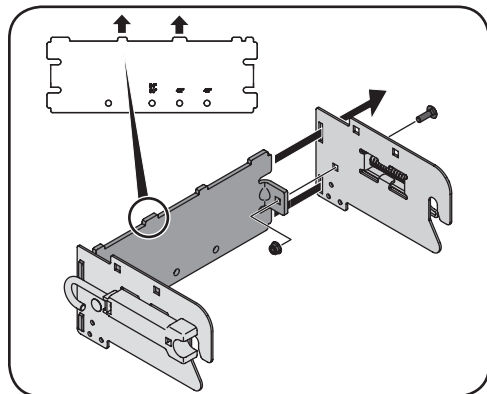

Figure 2-1
1. Inserte los extremos de la ménsula de soporte trasera a través de las ranuras estrechas ubicadas en la parte trasera de cada ménsula de soporte lateral. Consulte la Figure 2-1.
2. Asegure las lengüetas plegadas ubicadas en la parte trasera de la ménsula de soporte en las ménsulas de soporte laterales con un tornillo de carro (ref. N.º 9) y una tuerca de seguridad de nailon (ref. N.º 11). Consulte la Figure 2-1.
NOTA: Los enganches de las ménsulas de soporte laterales se deben colocar con la abertura orientada hacia abajo en la parte externa del soporte y las lengüetas ubicadas en la ménsula de soporte trasera deben estar orientadas hacia arriba. Consulte el recuadro en la Figure 2-1.